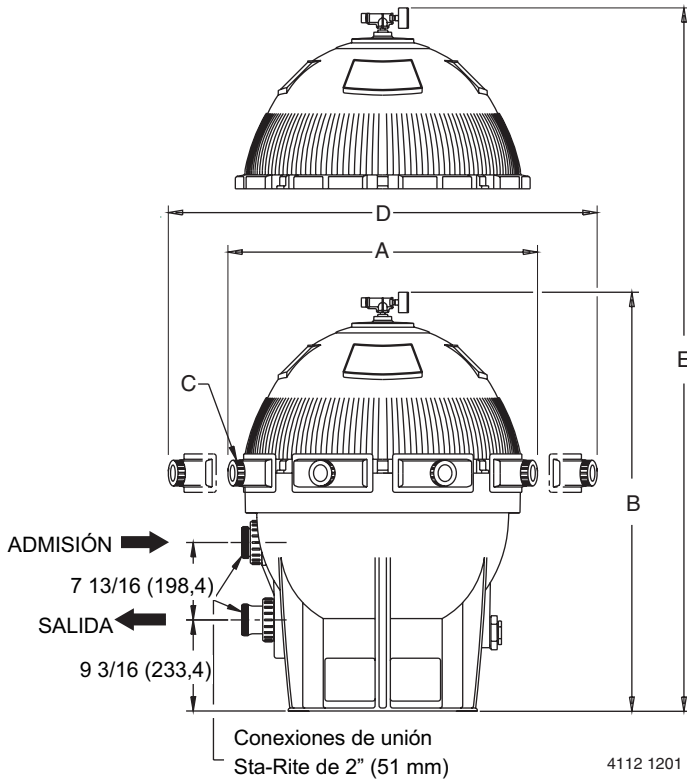

Figura 1 - Dimensiones en pulgadas (mm)
- Tener suficiente espacio y luz para permitir un acceso fácil para realizar trabajos de mantenimiento de rutina. (Consulte la Figura 1 para obtener los requisitos de espacio).